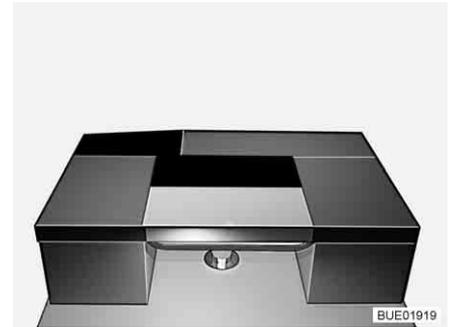

Fig. 126 Dopo la trasformazione
- Posizionare il cuscino aggiuntivo trasversalmente sul tavolo (vedi Fig. 126).